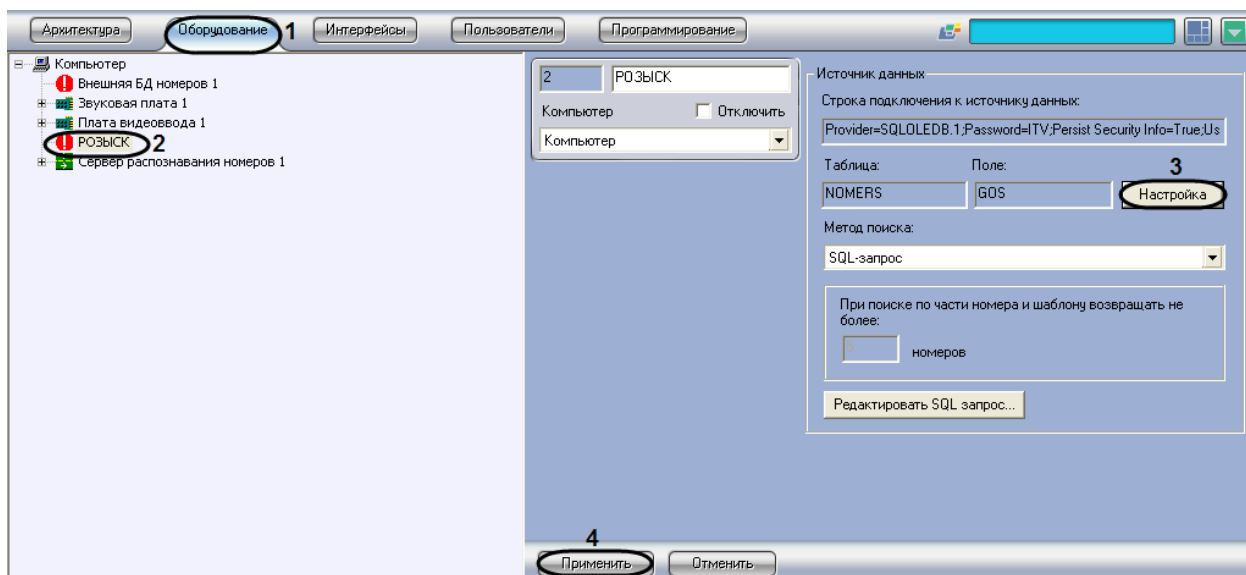

Рис. 7.6—8. Присвоение названий столбцам таблицы, содержащей номера транспортных средств
2. Выбрать в дереве объект «Внешняя БД номеров» (Рис. 7.6—8, 2).
3. Нажать кнопку «Настройка» (см. Рис. 7.6—8, 3).